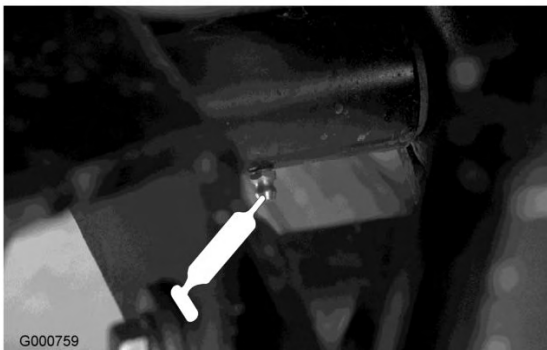

Figure 46
- Vérins de levage avant (3) (Figure 45 et Figure 46)